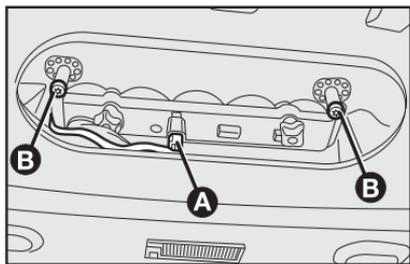
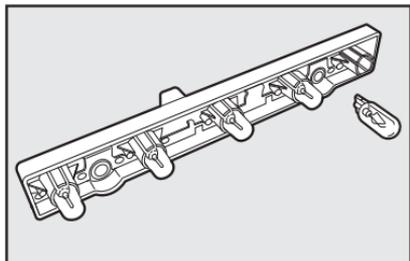

fig. 26
fig. 27
BRAKE-LIGHT (TERCERA LUZ DE FRENO) - fig. 26 y fig. 27
- quite los soportes laterales **B**-fig. 26;
- saque la lámpara montada a presión fig. 27 y sustitúyala.